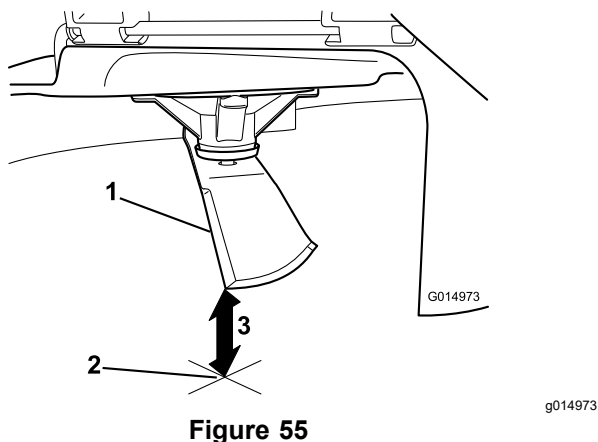

**Figure 54**
4. Tournez la même lame de 180 degrés pour amener l'autre tranchant à la même position (Figure 54).